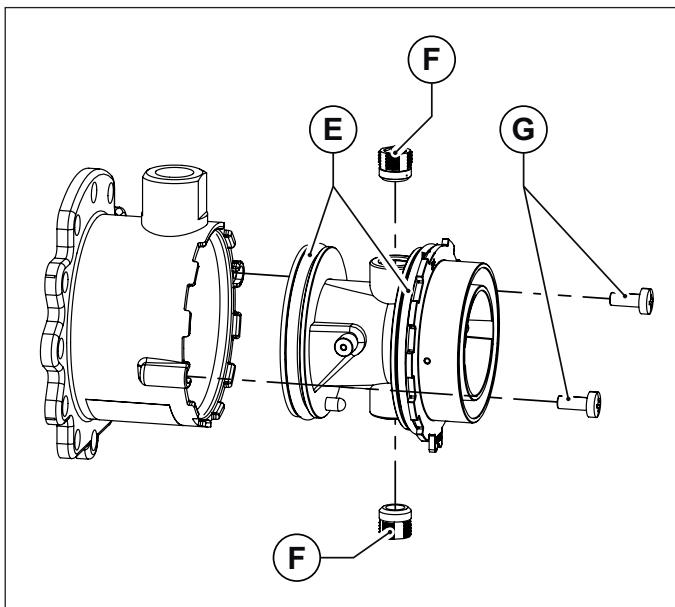
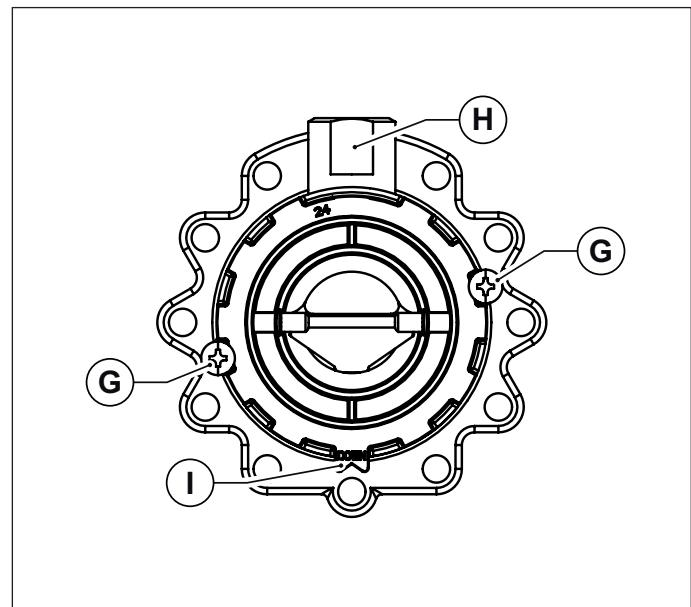

Fig. 30 Corpo in plastica del miscelatore
Fig. 31 Orientamento di montaggio
- Sfilare il corpo in plastica del miscelatore, svitando le due viti di fissaggio (vedi Fig. 30 Corpo in plastica del miscelatore).
- Svitare i due ugelli del miscelatore utilizzando una chiave a brugola da 6 mm (vedi Fig. 30 Corpo in plastica del miscelatore).
- Rimontare il corpo in plastica (Venturi) inserendolo nel miscelatore e avvitandolo con le viti di fissaggio, avendo cura di non danneggiare le guarnizioni o-ring che sono montate agli estremi del corpo in plastica (vedi Fig. 30 Corpo in plastica del miscelatore) e di rispettare l'orientamento di montaggio (vedi Fig. 31 Orientamento di montaggio).
- Montare il mixer riasssemblato al ventilatore con le viti a brugola, avendo cura di riposizionare, fra mixer e ventilatore, l'o-ring di tenuta (vedi Fig. 30 Corpo in plastica del miscelatore).
- Montare il mixer riassemblato al ventilatore con le viti a brugola, avendo cura di riposizionare, fra mixer e ventilatore, l'o-ring di tenuta (vedi Fig. 30 Corpo in plastica del miscelatore).